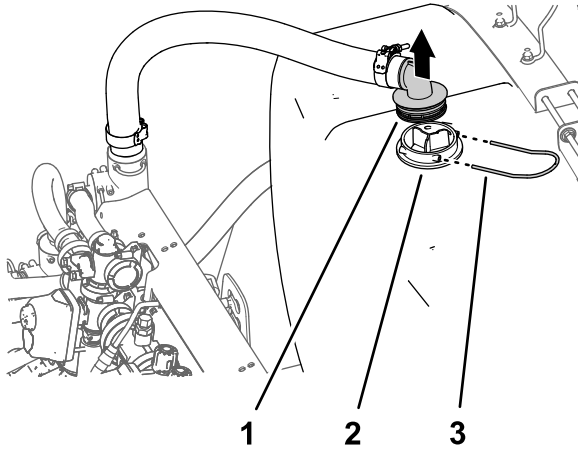

图12
4. 卸下将供水软管的 90° 宝塔接头固定至吸入滤网外壳的固定叉图12。